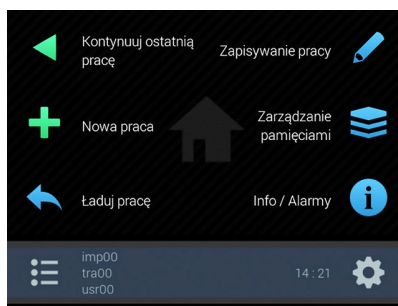

Fig. 248
- Włączyć monitor (par 1.2). Po autodiagnostyce, monitor przechodzi na stronę „Home” (Fig. 248).